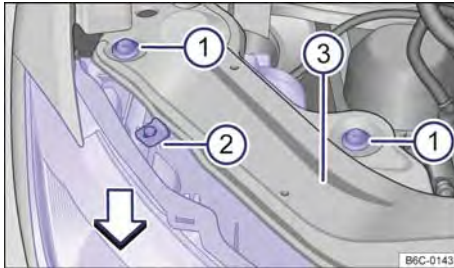

Fig. 126 En el compartimento del motor: tornillos de fijación del faro delantero.
- Retirar los tornillos de fijación → fig. 126 ① con ayuda de una llave torx.
- Mover el faro hacia delante, en la dirección de la flecha → fig. 126, hasta que los dos clics de la parte inferior se desacoplen y permitan retirar el faro.
- Volver a colocar el faro con cuidado hasta que los dos clics inferiores encajen y el tope superior → fig. 126 ② apoye en el soporte del faro ③.
- Volver a colocar los tornillos de fijación ① en la carcasa del faro.
- Presionar el faro contra el tope central superior ② y apretar los tornillos ① con la llave torx.